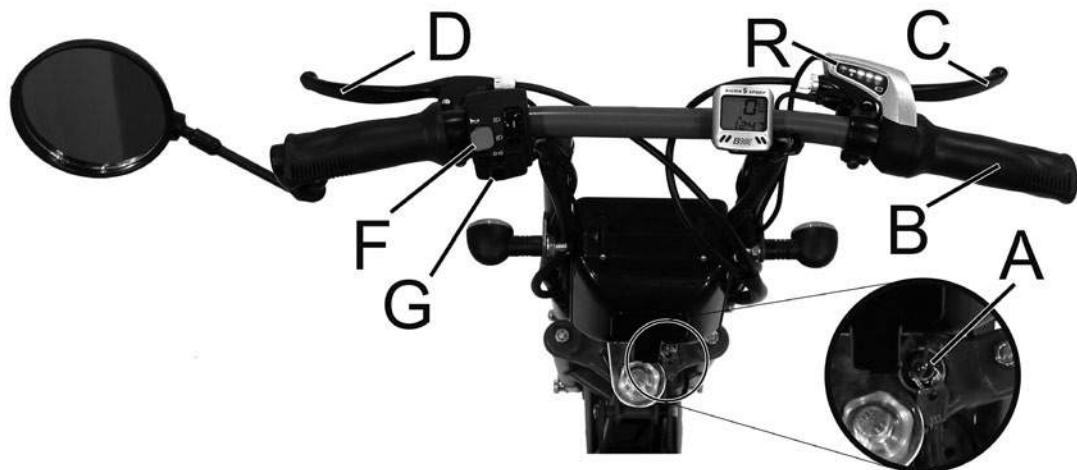

Fig. 40
4.2 Guida (Fig. 40)
- Commutare l'interruttore generale (A) su ON
- Per partire e regolare la velocità, girare con gradualità la manopola (B) posta a destra del manubrio. Per rallentare o fermarsi girare la manopola in senso contrario e, se necessario, agire sui freni.
- un freno sulla ruota anteriore comandato dalla leva (C) sul lato destro del manubrio;
- un freno sulla ruota posteriore comandato dalla leva (D) sul lato sinistro del manubrio;
4.2 Riding (Fig. 40)
- Turn the main switch (A) to ON.
- To start and to regulate the speed, just turn softly the twist grip (B) placed on the right side of the handlebar. To slow down or to stop just turn the twist grip on the opposite direction and, if necessary, apply the brakes.
- A brake acting on the front wheel controlled by the lever (C) placed on the RH side of the handlebar;
- A brake acting on the rear wheel controlled by the lever (D) placed on the LH side of the handlebar;
4.2 Lenken (Abb. 40)
- Den Hauptschalter (A) auf ON stellen.
- Das Losfahren und die Regulierung der Geschwindigkeit erfolgen über schrittweises Vorwärtsdrehen von Griff (B) auf der rechten Lenkerseite. Zum Verlangsamern der Geschwindigkeit oder zum Stehenbleiben, drehen Sie den Griff in die entgegengesetzte Richtung und betätigen gegebenenfalls die Bremsen.
- eine Bremse am Vorderrad, die mit Bremsgriff (C) rechts am Lenker betätigt wird
- eine Bremse am Hinterrad, die mit Bremsgriff (D) links am Lenker betätigt wird
4.2 Conduite (Fig. 40)
- Basculez le commutateur général (A) su ON.
- Pour partir et régler la vitesse, tournez doucement la poignée (B) placée sur le coté droit du guidon. Pour ralentir ou s'arrêter tournez la poignée en sens contraire et, au besoin, freinez.
- un frein agissant sur la roue avant commandé par le levier (C) sur le coté droit du guidon ;
- un frein agissant sur la roue arrière commandé par le levier (D) sur le coté gauche du guidon.
4.2 Conducción (Fig. 40)
- Ponga el interruptor general (A) en ON.
- Para arrancar y regular la velocidad, gire gradualmente la manija derecha (B) del manillar. Para frenar o pararse, gire la manija en sentido contrario y, en caso necesario, utilice los frenos.
- Un freno sobre la rueda delantera que se controla con la palanca (C) del lado derecho del manillar.
- Un freno sobre la rueda trasera que se controla con la palanca (D) del lado izquierdo del manillar.
Il pulsante (Fig. 40 - F) per l'avvisatore acustico è posto sul lato sinistro del manubrio.
Il commutatore (Fig. 40 - G) degli indicatori di direzione è posto sul lato sinistro del manubrio